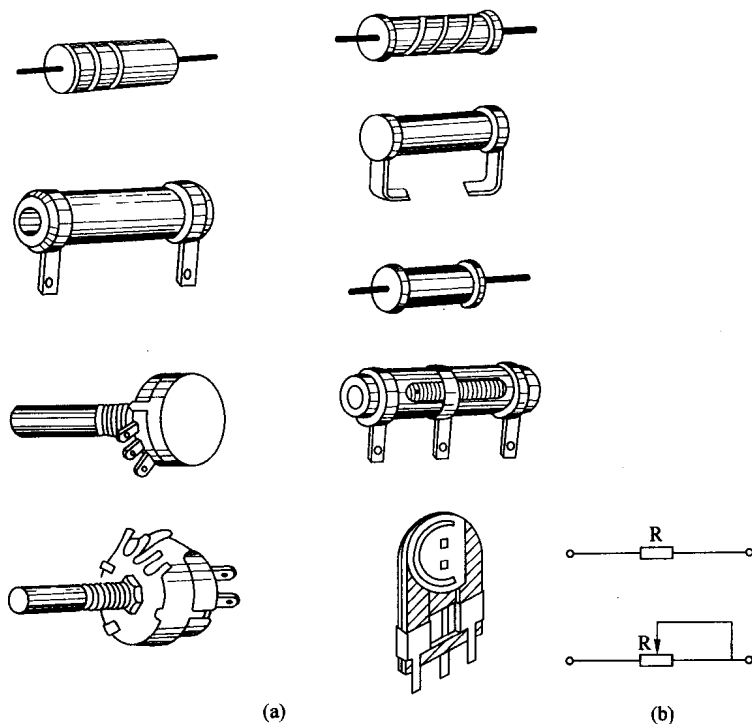

图 1-1 电阻
1) 电阻的分类 按照制作材料不同,电阻可分为碳膜电阻、金属膜电阻、金属氧化膜电阻、玻璃釉膜电阻、合成碳膜电阻、绕线电阻等;按照用途不同,除了普通电阻外,还分为热敏电阻、光敏电阻等;按照结构的特点,电阻又分为固定电阻、可变电阻和电位器等。电阻在电路中用字母“R”表示,常见电阻的外形及符号如图1-1所示。